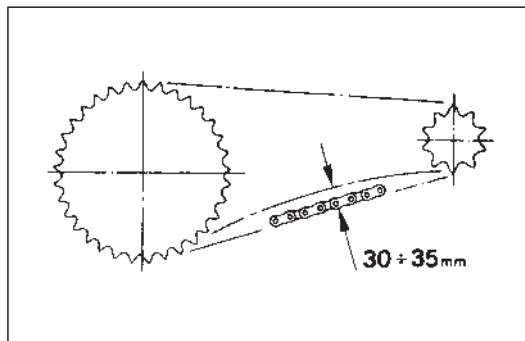

Fig. 26
REGISTRAZIONE CATENA DI TRASMISSIONE (Fig. 26 ÷ 29)
- Controllare che nel ramo inferiore della catena l'oscillazione verticale, in un punto intermedio tra pignone e corona, sia di circa 20 ÷ 25 mm (Fig. 26).